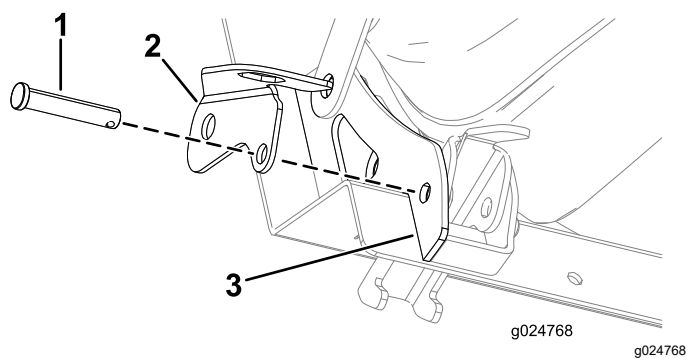

Figura 21
3. Introduzca el pasador parcialmente a través del soporte del enganche (Figura 21).
4. Alinee el soporte del enganche y el pasador con el taladro de la pestaña exterior del asiento (Figura 21).